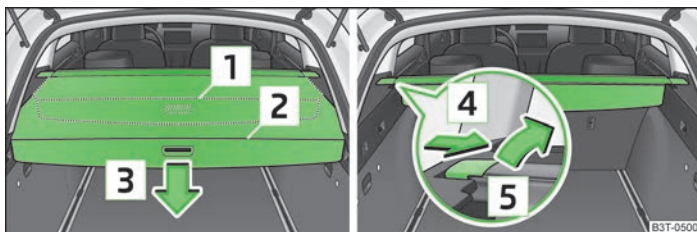

Fig. 69 Maletero: Cubierta del maletero enrollable/desmontar la cubierta del maletero enrollable
- Tirar de la cubierta enrollable del maletero hasta el tope en posición asegurada **2** » fig. 69.
- Presionar la cubierta en la zona del asidero en el sentido de la flecha **3** » fig. 69; la cubierta se enrollará automáticamente en la posición **1**. Presionando nuevamente, se enrolla completamente la cubierta.
- Para el transporte de materiales voluminosos se puede desmontar completamente la cubierta enrollable del maletero, presionando para ello en el lado de la barra transversal en dirección de la flecha **4** » fig. 69 y quitar la cubierta con un movimiento en dirección de la flecha **5**.
- Abrir la tapa del maletero. La cubierta enrollable del maletero se enrolla automáticamente en la posición **1** en » fig. 69 de la página 79.